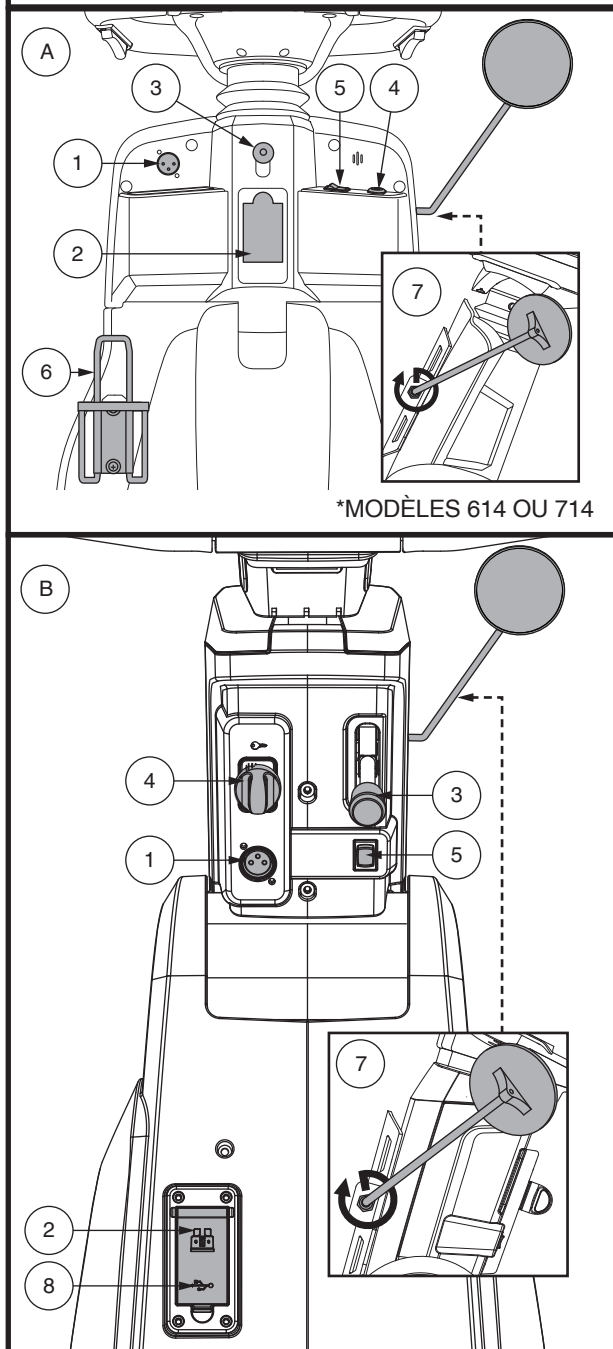

Figure 8. Composants du guidon inférieur
Pour charger les batteries, le cordon du chargeur doit être branché dans ce réceptacle. Le réceptacle est situé sur le guidon. Voir la figure 8.
- Insérez la clé dans le contact et tournez-la dans le sens horaire pour allumer votre scooter. Voir la figure 8.
Ce commutateur permet de sélectionner le levier d'accélérateur (gauche ou droit). Voir la figure 8.